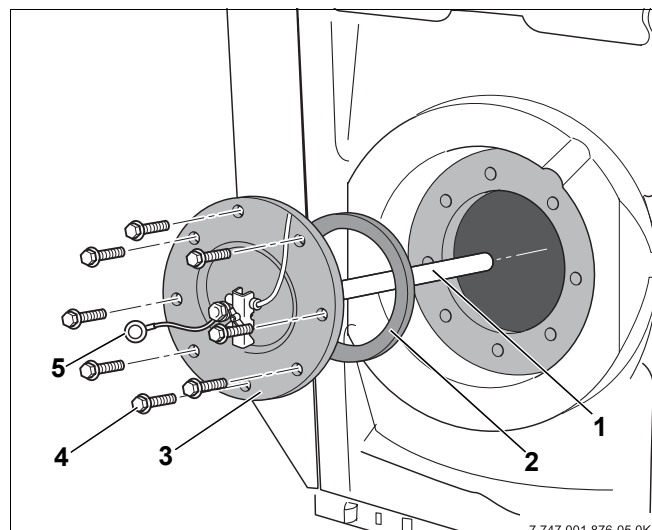

Рис. 16 Установка крышки смотрового люка
- Мы рекомендуем после чистки установить новое уплотнение крышки люка (рис. 16, **поз. 2**), чтобы избежать появления неплотностей в баке.
- Установить на прежнее место крышку верхнего смотрового люка (рис. 16, **поз. 3**) вместе с уплотнением (рис. 16, **поз. 2**).
- Установить ушко заземляющего провода (рис. 16, **поз. 5**), затянуть болт с зубчатой шайбой.
- При креплении ушка заземляющего провода (рис. 16, **поз. 5**) болтом на крышке смотрового люка необходимо обеспечить хорошую проводимость тока, чтобы не нарушить функцию магниевого анода.
- Рукой закрутить болты (рис. 16, **поз. 4**) на крышке люка.
- В заключение затянуть винты с шестигранной головкой (рис. 16, **поз. 4**) динамометрическим гаечным ключом с усилием 25 – 30 Нм.